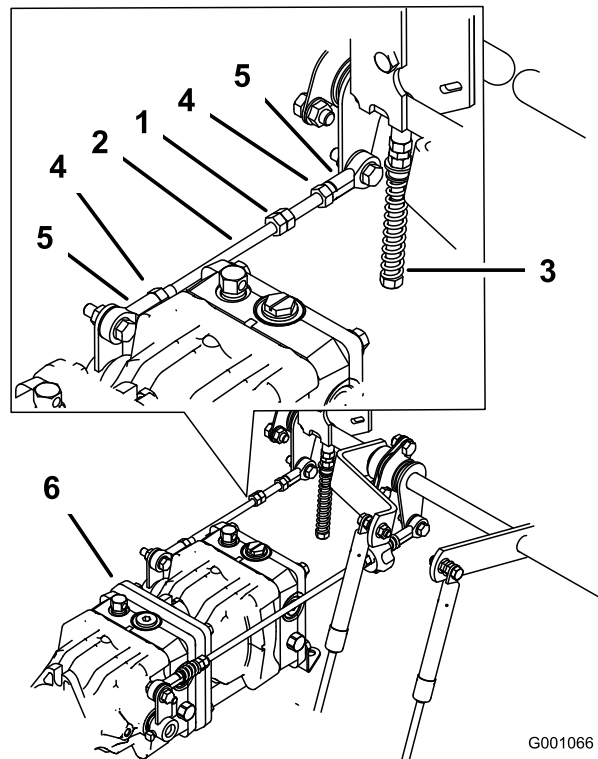

Figura 72
1. Afloje las contratuercas de la articulación esférica de la varilla de control de la bomba (Figura 72).
3. Ajuste la longitud de la varilla de la bomba girando las tuercas dobles de la varilla, en el sentido apropiado, hasta que la rueda quede estacionaria o se mueva muy lentamente en marcha atrás (Figura 72).
6. Apriete las contratuercas de las articulaciones esféricas (Figura 72).